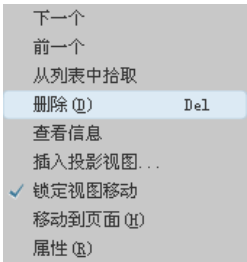

图 3.6.5 快捷菜单
Step2. 选取图 3.6.4a 所示的轴测图为要删除的视图，然后选择 **编辑(E)** → **删除(D)** → **删除(D) Del** 命令，则视图将被删除（或者单击要删除的视图后，在该视图上右击，在图 3.6.5 所示的快捷菜单中选择 **删除(D) Del** 命令），删除视图后如图 3.6.4b 所示。